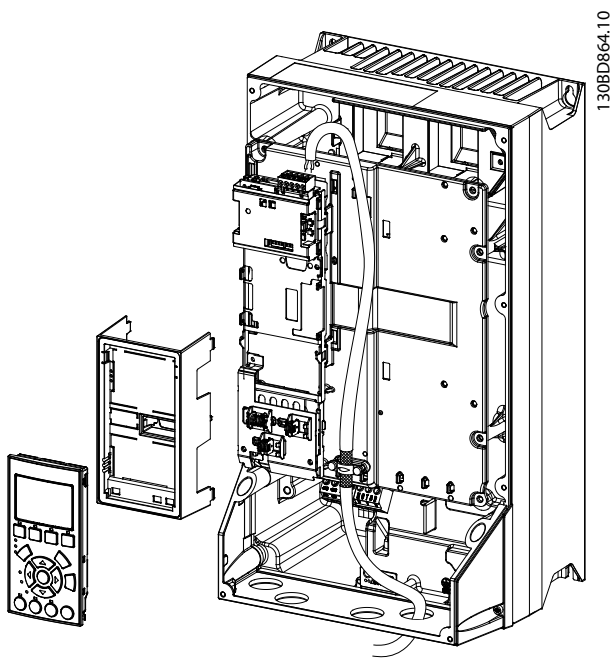

Abbildung 3.11 Verkabelung für Baugrößen A4–A5, B1–B4 und C1–C4
5. Befestigen Sie den Kabelschirm mit einer Kabelschelle oder einem Kabelbinder an der Metallgrundplatte, siehe *Abbildung 3.11*.